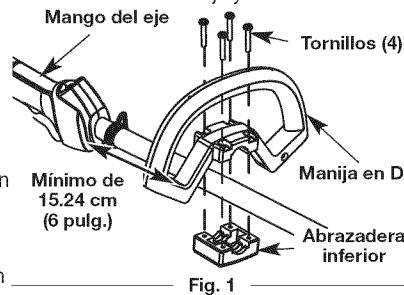

Fig. 1
1. Coloque la manija en D por encima del bastidor del eje y sobre la abrazadera inferior (Fig. 1). Colóquela a un mínimo de 15.24 cm (6 pulg.) desde el extremo del puño del eje.